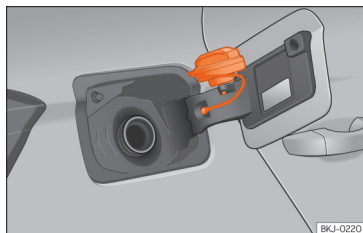

Fig. 147 Tampa do depósito com o tampão encaixado.
• Coloque-a no espaço existente na dobradiça da tampa aberta »» Fig. 147.